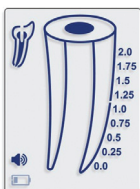

Рис. 2
- 5.2.2. Если уровень заряда батареи низкий, на экране появится мигающий индикатор низкого уровня батареи (рис. 2). Endo-Eze™ Find® продолжит нормальную работу даже при низком уровне батареи, но батарею необходимо заменить перед тем, как она полностью разрядится.